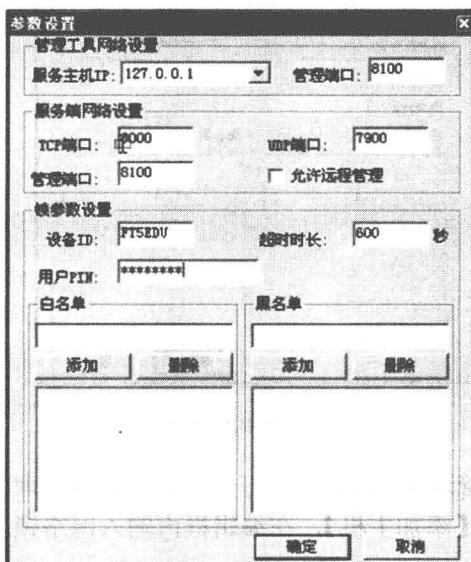

图 1-5 配置参数界面
(5) 参数配置。单击【管理】→【设置参数】，在【设备 ID】里填写【FT5EDU】(多用户版)或者【FT5TR】(培训专用版)，在【用户 PIN】编辑框填写【12345678】，完成设置后，单击【确定】按钮，如图 1-5 所示。